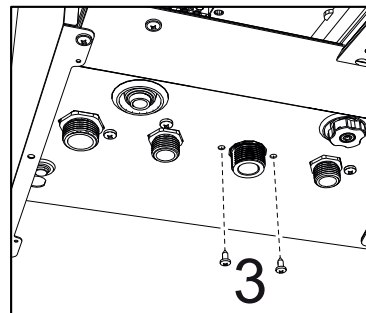

fig. 52 -
- Draai de schroeven "3" los ("fig. 52 -")